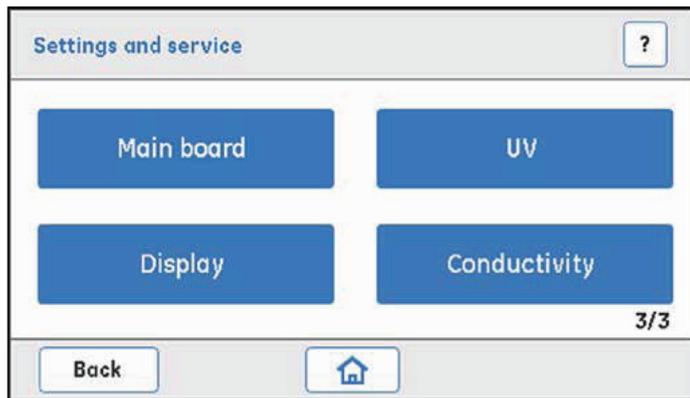

图 8. ÄKTA start 的各种设置和服务选项很容易从显示器上访问帮助按钮 [?] 为动态页面提供引导。
a) 快速运行 Quick start. 包含“即开即用”方法的模板，用于根据亲和层析 (AC)、离子交换层析 (IEX)、凝胶过滤 (GF) 和脱盐 (DS) 技术纯化大多数常见蛋白。实例见表 1。方法中已经对层析柱体积、流速、平衡、洗脱模式和组分体积等运行参数进行了预设，用户只需要输入上样体积，并确保 USD 记忆棒已连接到系统上，即可运行。当使用 Quick start 方法时，样品通过泵上样。
- 4) **设置和服务 Settings and service**: 用于配置、校准、故障排除和诊断 ÄKTA start 的各个组件 (图 8)。对于所列出的组件提供重要的诊断测试、校准设置和自我常规维护。